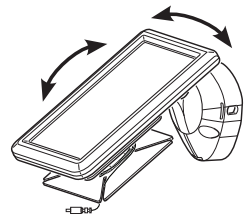

Figure 9
2. Faites tourner le panneau solaire à l'angle désiré (voir la Figure 9).